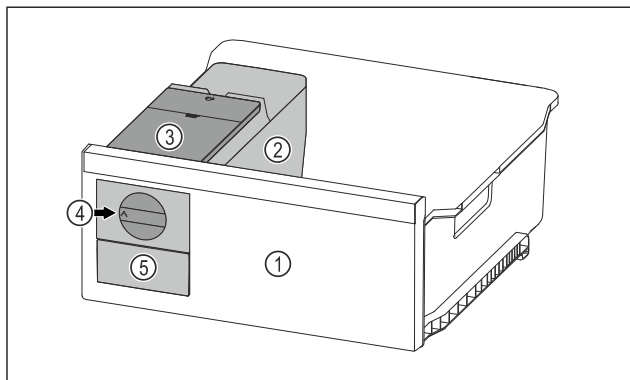

Fig. 80 Примерное изображение
- ▶ Поверните поворотную кнопку Fig. 80 (4) по часовой стрелке до упора.
- ▷ Кубики льда упадут из ванночки для кубиков льда в выдвижной ящик для кубиков льда Fig. 80 (5).